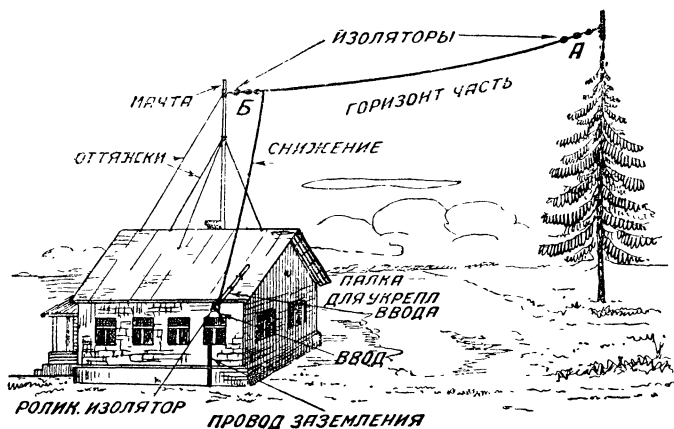
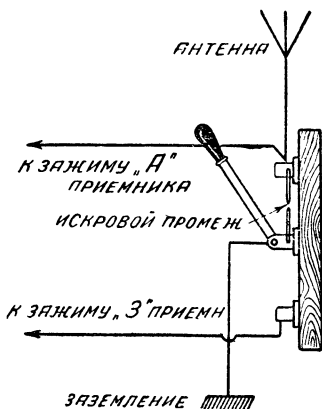
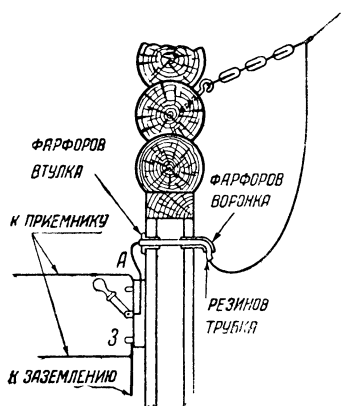

Рис. 16. Г-образная антенна—наиболее распространенная любительская антенна.
Рис. 19. Включение грозового переключателя.
Рис. 20. Как делается ввод антенны в помещение.
Антенны бывают разнообразных форм. Самой выгодной (в смысле стоимости и качества) является антенна, изображенная на рис. 16; по форме она несколько напоминает букву Г, почему и называется Г-образной. В такой антенне различают следующие части (рис. 16): 1) горизонтальную часть — эта часть антенны высоко поднята и идет (горизонтально) над землей; 2) снижение, спускающееся вниз, и 3) ввод — часть провода антенны, проходящая в помещение, где установлен приемник.
1. Свободный конец антенны (точка А на рис. 16) не должен быть ниже, но может быть выше той части, откуда начинается снижение (точка В).
Чтобы электрический ток не попал в землю как-нибудь помимо приемника, антенну нужно подвешивать на изоляторах и следить за тем, чтобы она нигде до приемника не касалась веток, стен, крыши, мачт и т. п. Места, где ставятся изоляторы, показаны на рис. 16. Обычно применяются фарфоровые изоляторы (рис. 18), связанные проволокой «в цепочку» по две или по три штуки, согласно рисунку.
В качестве изоляторов можно также брать сухое, проваренное в парафине дерево. Ввод пропускается в помещение через отверстие в оконной раме и одновременно через резиновую грубку или через фарфоровые втулки (см. ниже рис. 20). Из трубки ввода антенный провод идет прямо к приемнику, который должен находиться возможно ближе к вводу.
На рис. 19 дана схема включения грозового переключателя; переключатель состоит из перекидного медного «ножа», который включается то вверх, то вниз, соединяясь с пружинящими пластинками. При верхнем положении ножа переключателя (этого типа переключатель называется рубильником) ток из антенны
Вместе с грозовым переключателем следует применять так называемый искровой промежуток, включаемый, как показано на рис. 19, и служащий для автоматического отведения в землю в виде искр чрезмерных электрических зарядов в антенне. Искровой промежуток может состоять из двух стержней, соединенных с антенным и земляным зажимами грозопереключателя, между концами которых сделано очень маленькое расстояние (меньше 0,5 миллиметра); через этот промежуток между стержнями и проскакивает искра.
На рис. 20 показан полный монтаж ввода антенны в помещение. Сначала обратим внимание на способ укрепления снижения при помощи цепочки изоляторов, удерживаемой ввернутым в стену крючком. Такой способ крепления применим, когда снижение подходит со стороны окна; способ же, показанный на рис. 16, применяется, когда снижение идет со стороны крыши.
Обратим еще внимание на включение грозового переключателя на рис. 20. Оно отличается от показанного на рис. 19. Хотя включение по рис. 20 и рекомендуется в некоторых книжках, все же следует грозопереключатель включать по схеме рис. 19. Нож переключателя, за который берутся рукой при переключении, должен быть соединен с заземлением (рис. 19), а не с антенной (рис. 20). В случае, если антенна получила заряд, мы можем, берясь за ручку переключателя, соединенного с антенной, получить электрический удар; постоянно же заземленный, как на рис. 19, нож переключателя предохраняет от возможности такого удара.